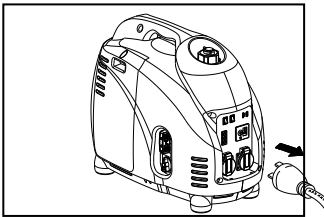

Fig.13
- Antes de poner el motor en marcha, evite conectar un aparato eléctrico al grupo electrógeno (Fig. 13).